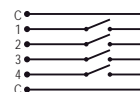

Fig. 3
- Fig. 3: Binary inputs connection
- Fig. 3: Conexión de entradas binarias